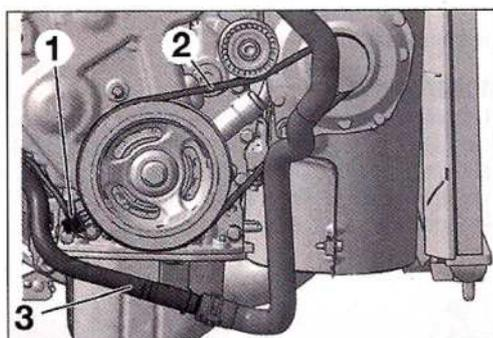

FIG. 17
- Desconectar el captador de régimen (1), y desmontarlo (Fig.17).
- Desembridar, y separar el tubo de refrigeración (3) (Fig.17).